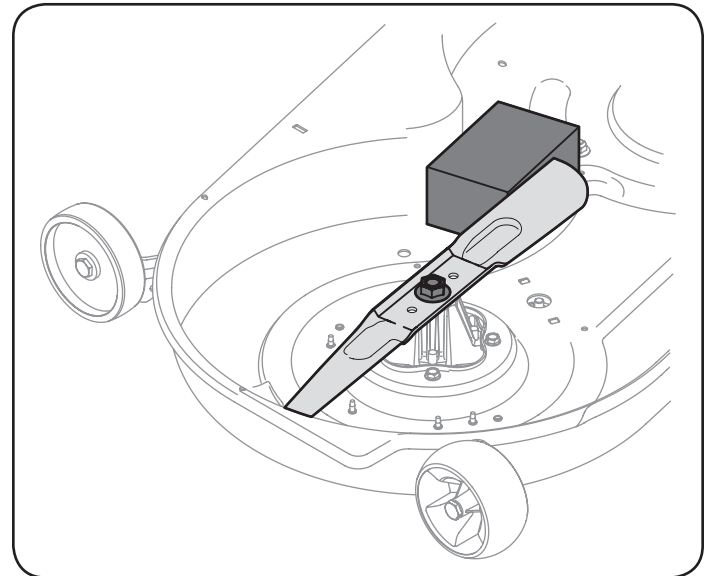

Figura 25
2. Coloque un bloque de madera entre el deflector del alojamiento de la plataforma y la cuchilla de corte para que actúe como estabilizador. Vea la Figura 25.
3. Extraiga la tuerca de brida hexagonal que asegura la cuchilla al montaje del husillo. Vea la Figura 25.